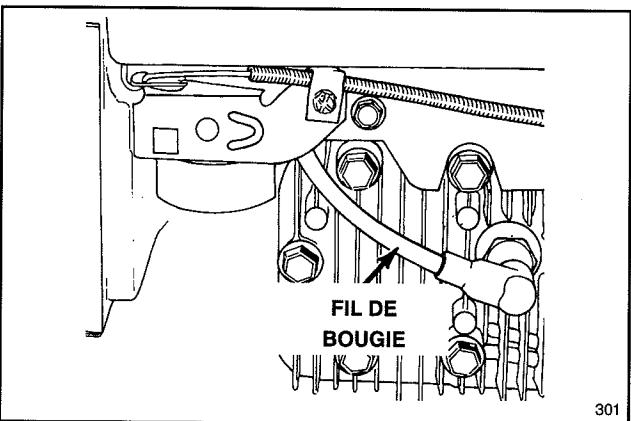

Figure 12
2. Branchez le fil sur la bougie d'allumage (Fig. 12).
1. Arrêter le moteur et débrancher le fil de bougis (Fig. 12).
1. Arrêter le moteur et le laisser refroidir. Débrancher le fil de la bougie (Fig. 12).